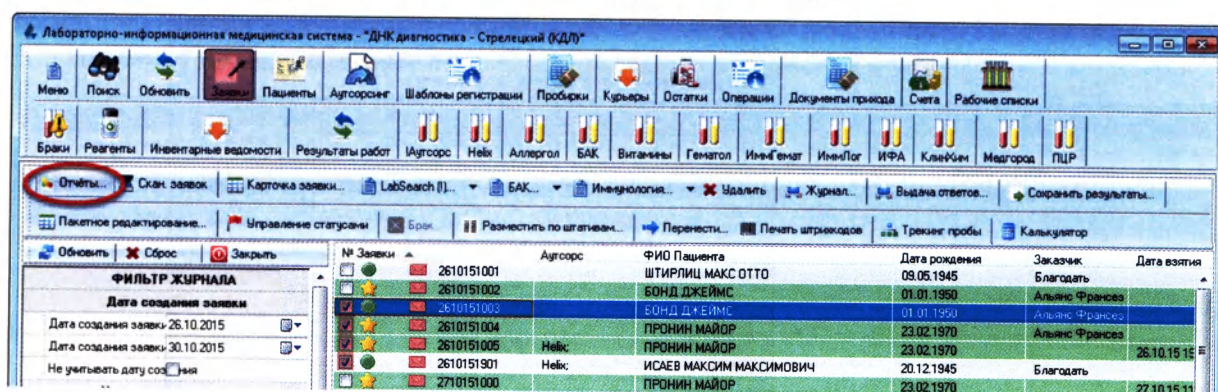

Рисунок 15.1
3. Нажмите кнопку «Отчеты» –  (Рисунок 15.1):